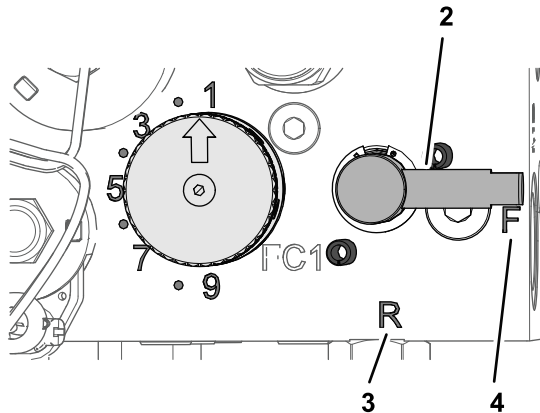

図 55
4. バックラップレバーを逆転R位置にセットする 図 55。
5. リール速度ノブを 1 にセットする 図 55。